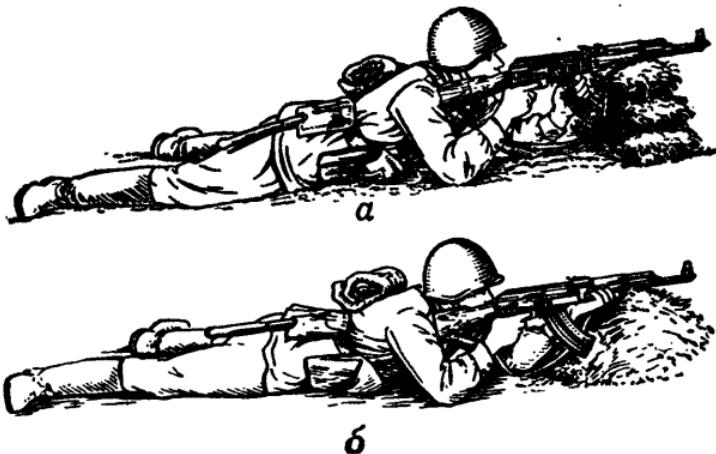

Рис. 69. Положение при стрельбе с упора:
**125.** Для стрельбы с упора положить автомат цевьем на упор и удерживать его левой рукой за магазин или цевье, а правой рукой за пистолетную рукоятку (рис. 69). Жесткий